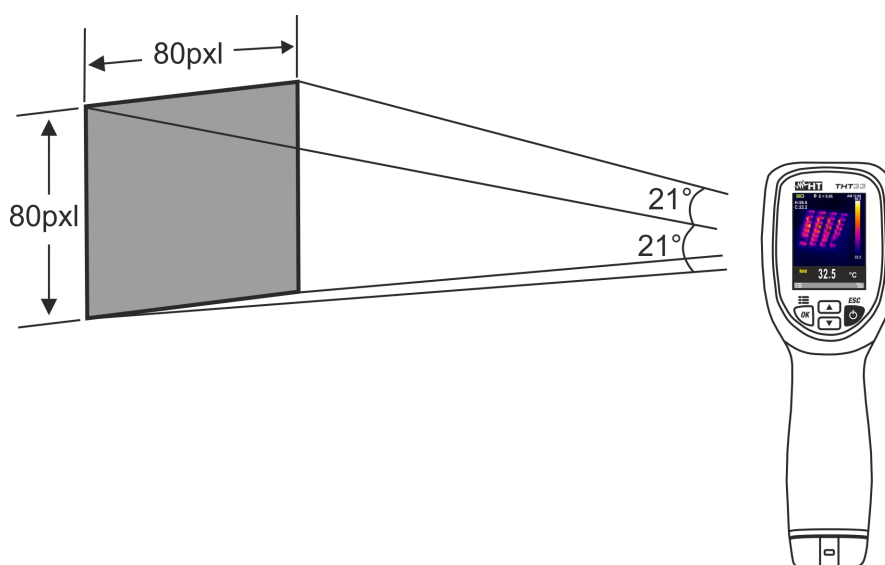

Fig. 14: Rappresentazione del campo visivo (FOV) dello strumento
6. Per misure accurate di temperatura assicurarsi che la superficie dell'oggetto in prova sia sempre maggiore della superficie effettivamente misurabile dallo strumento espressa dal suo campo visivo (FOV = Field Of View). Lo strumento ha un campo visivo pari a  $21^\circ \times 21^\circ$  e un vettore di rilevazione di  $80 \times 80$  (6400) pxl come mostrato in Fig. 14